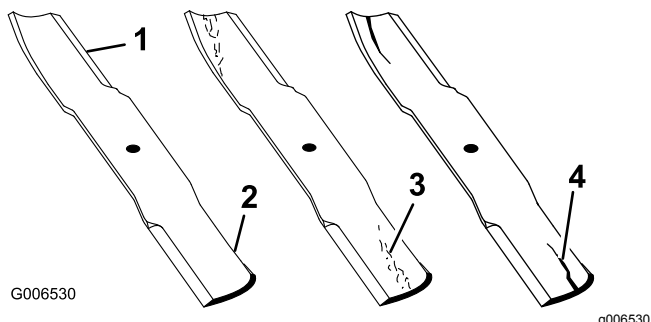

Figure 70
2. Examinez le tranchant des lames (Figure 70).
4. Inspectez les lames, surtout la partie relevée (Figure 70).
5. Remplacez immédiatement toute lame endommagée, usée ou qui présente une entaille (Figure 70).